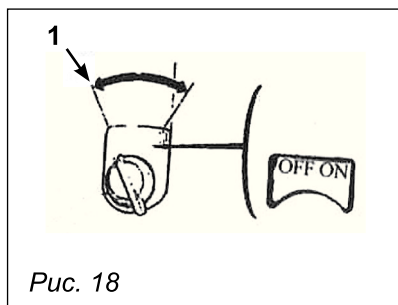

Рис. 18
Переместите выключатель зажигания в положение «Запуск» (ON) (рис. 18).
Переместите выключатель зажигания в положение «Выключено» (OFF) (рис. 18).